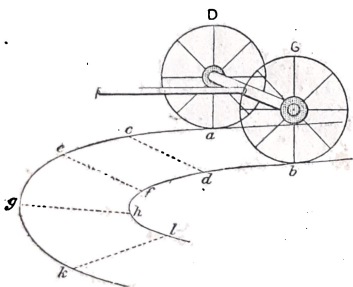

Fig. 174. — Schema dei percorsi in una curva con due ruote folli sullo stesso asse.
**4. Scopo del differenziale.** — 1° Supponiamo due ruote di vettura *D* e *G* (fig. 174) montate su un assale attorno al quale esse girano liberamente e che noi potremo tirare per mezzo di un timone.